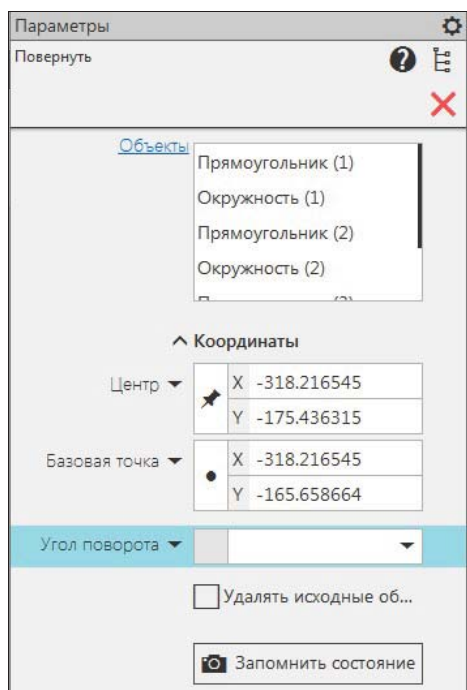

Рис. 11.4. Панель Параметры: Повернуть
- ◆ вызовите команду **Повернуть**. На панели **Параметры: Повернуть** (рис. 11.4) в окне **Объекты** отображается список выделенных объектов. Далее выполните такие действия: